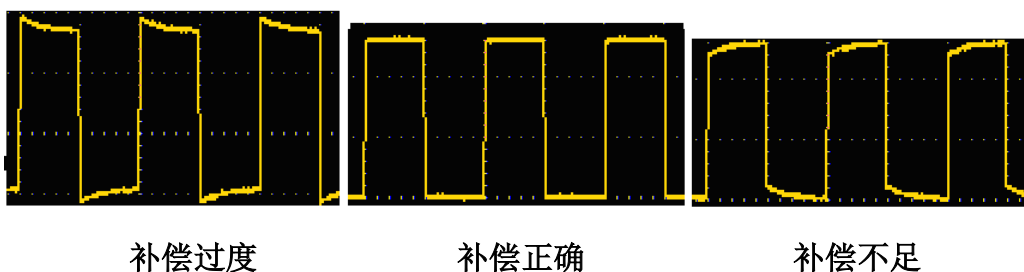
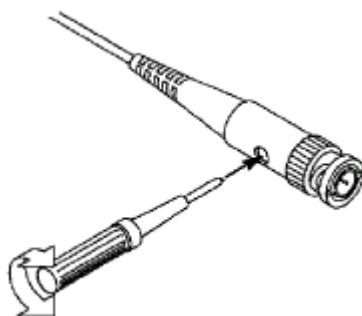

图 3-5：探头补偿显示波形
图 3-6：探头调整
- 2、 检查所显示的波形，调节探头，直到补偿正确。见图 3-5，图 3-6。